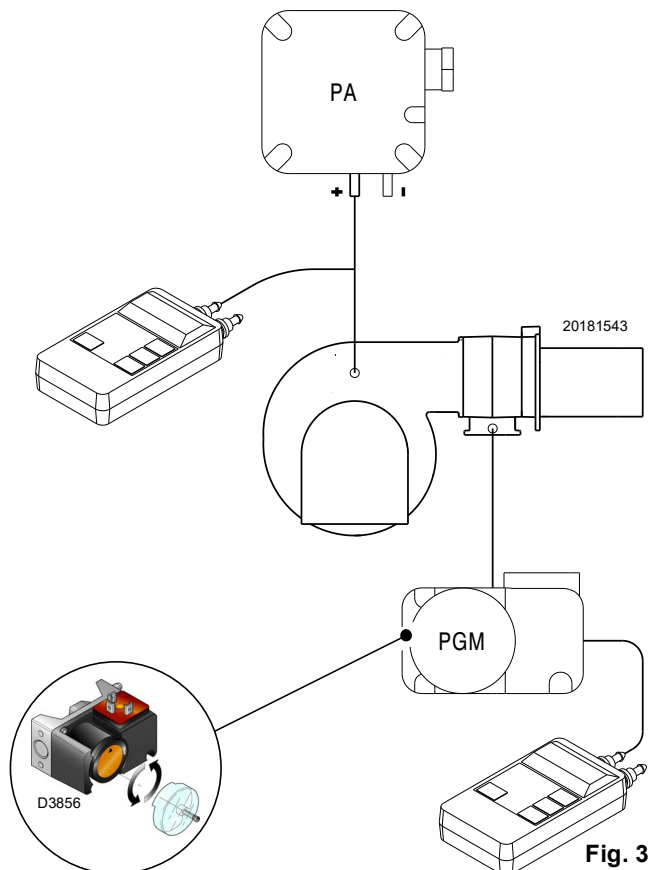

Fig. 30
- Régler le pressostat gaz seuil maximum (Fig. 30 à la page 32) en fin d'échelle.
Effectuer le réglage du pressostat gaz seuil maximum (Fig. 30) après avoir effectué tous les autres réglages du brûleur avec le pressostat gaz seuil maximum réglé en fin d'échelle.